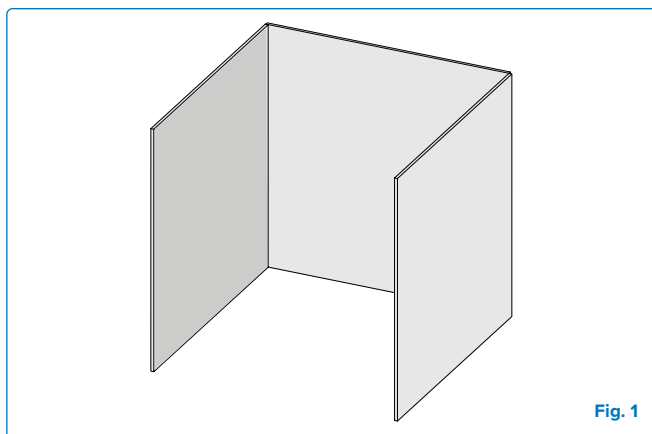

Fig. 1
- Un appareil est considéré comme étant à l'extérieur s'il est installé avec un abri ayant au maximum trois murs, mais sans couverture supérieure. **(Fig 1)**